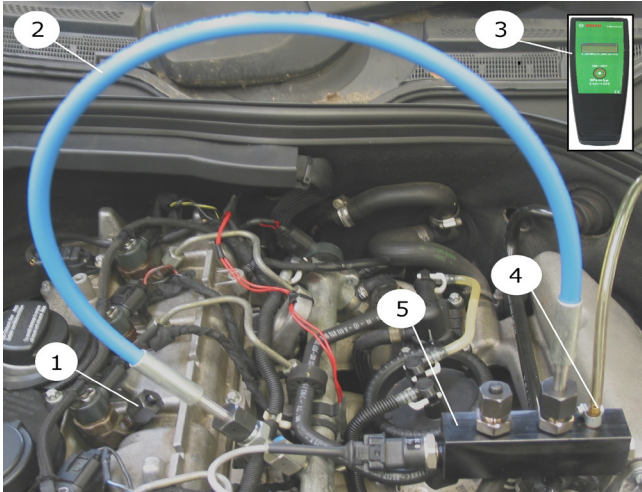

Abb. 15: Ejemplo de conexión control comparativo sensor de presión de rail (motor en marcha con n-1 cilindros)
! Por motivos de seguridad se encuentra montada una válvula limitadora de presión en el receptor de presión (fig. 15, pos. 5) que limita la presión en 180 MPa. Conectar siempre la tubería flexible de servicio a la conexión (fig. 15, pos. 4) del receptor de presión y transferir el combustible a un depósito colector adecuado para diésel.
3. Cerrar la conexión de alta presión del inyector (fig. 15, pos. 1) con una cubierta protectora (véase la lista de repuestos Bosch ESI[tronic]).
4. Conectar el tubo flexible 180 MPa (fig. 15, pos. 2) con el respectivo adaptador de conexión, ángulo, tuerca y anillo de presión (rosca izquierda) al rail.
7. Conectar la tubería de conexión al dispositivo digital de visualización de presión (fig. 15, pos. 3) y al sensor de presión de rail del receptor de presión.